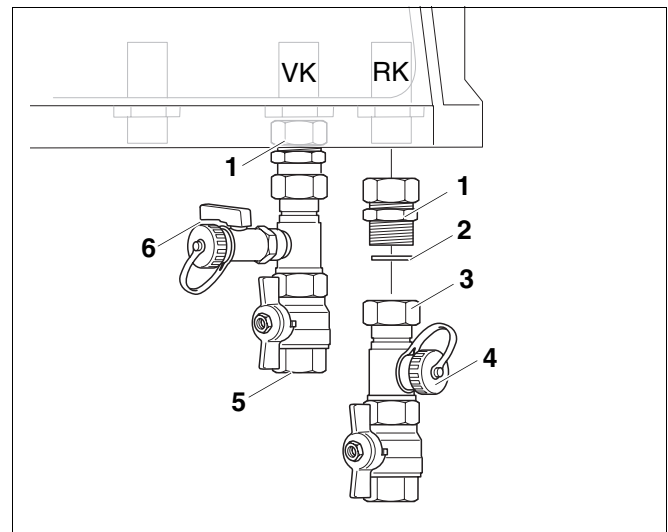

Abb. 4 Vor- und Rücklaufrohr
- Klemmverschraubungen (Abb. 4, **Pos. 1**) an Vor- und Rücklaufanschluss des Heizkessels montieren.
- In die Überwurfmutter des Anschluss-Sets (Abb. 4, **Pos. 5**) eine Dichtung (Abb. 4, **Pos. 2**) einlegen.
- Anschluss-Set mit KFE-Hahn (Abb. 4, **Pos. 5**) an die Klemmverschraubung (Abb. 4, **Pos. 1**) des Vorlauf-Anschlusses VK montieren.
- In die Überwurfmutter des Anschluss-Sets (Abb. 4, **Pos. 3**) eine Dichtung (Abb. 4, **Pos. 2**) einlegen.
- Anschluss-Set (Abb. 4, **Pos. 3**) mit aufgeschraubter Kappe (Abb. 4, **Pos. 4**) an die Klemmverschraubung (Abb. 4, **Pos. 1**) des Rücklauf-Anschlusses RK montieren.